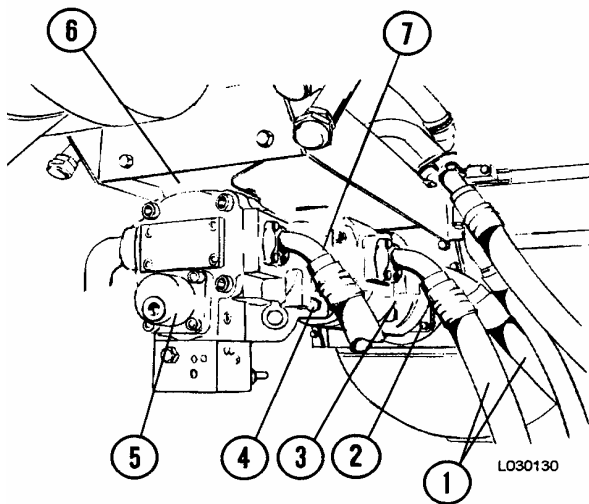

FIGURA 6-8. DESMONTAJE DE LA BOMBA DE LA DIRECCION
3. Desconecte la línea de succión y salida (7, Figura 6-8) en la bomba de la dirección/frenos (5). Desconecte y tape la línea de drenaje de la caja de la bomba del fitting en la parte superior de la caja de la bomba. Tape todas las líneas para evitar que se contamine el aceite.
4. Sujete la bomba de la dirección y la sección trasera de la bomba de elevación. Saque los pernos de montaje y el soporte trasero (6). Saque los cuatro pernos de montaje de la bomba (4).
5. Mueva la bomba de la dirección hacia atrás para desenganchar las ranuras del acoplador de mando de la bomba de elevación (3) y saque la bomba.
4. Monte el soporte de montaje de la bomba (6, Figura 6-8) y los pernos. No apriete los pernos todavía.
5. Alinee los orificios de los pernos e instale los cuatro pernos de montaje de la bomba (4). Apriete los pernos con torque estándar. Apriete los pernos del soporte de la bomba con torque estándar.